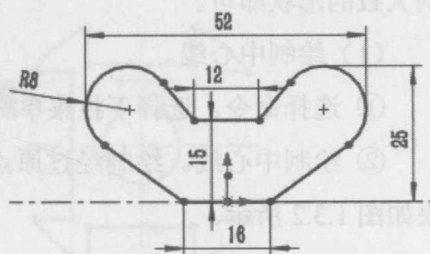

图 1.3.6 添加尺寸
Step5. 添加尺寸。选择下拉菜单 **工具(T)** → **尺寸(S)** → **智能尺寸(S)** 命令, 添加图 1.3.6 所示的尺寸 (注: 添加图 1.3.6 所示的尺寸 52、25 时需按住 Shift 键选择圆弧)。